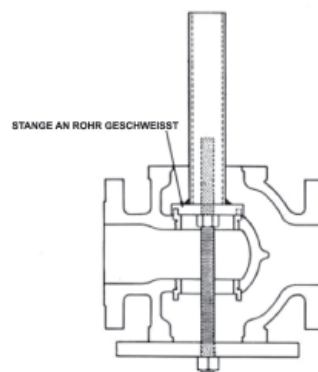

Abbildung 3
Gewindefitzringe (15 und 16) werden vom Hersteller mit festem Sitz eingesetzt, und nach jahrelangem Betrieb können sie schwierig zu entfernen sein. Zur Erleichterung des Ausbaus können Sitzringschlüssel selbst hergestellt werden, die an den Sitzringnasen angreifen, und an einen Spezialschraubenschlüssel angepasst werden (siehe Abbildung 3). Wenn der Ring außergewöhnlich schwer zu entfernen ist, kann die Anwendung von Wärme oder Kriechöl hilfreich sein.
- C. Sitzringe mit dem für den Ausbau verwendeten selbst hergestellten Schraubenschlüssel einbauen und festziehen. (Siehe Abbildung 3).